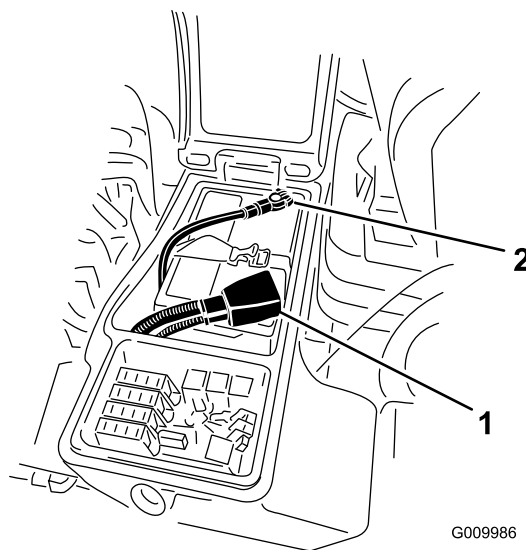

Рисунок 49
3. Отсоедините отрицательный кабель (черный) от отрицательной (-) клеммы и положительный кабель (красный) от положительной (+) клеммы аккумуляторной батареи (**Рисунок 49**).
6. Подсоедините положительный кабель (красный) к положительной клемме (+), а отрицательный кабель (черный) – к отрицательной (–) клемме аккумуляторной батареи (Рисунок 49).